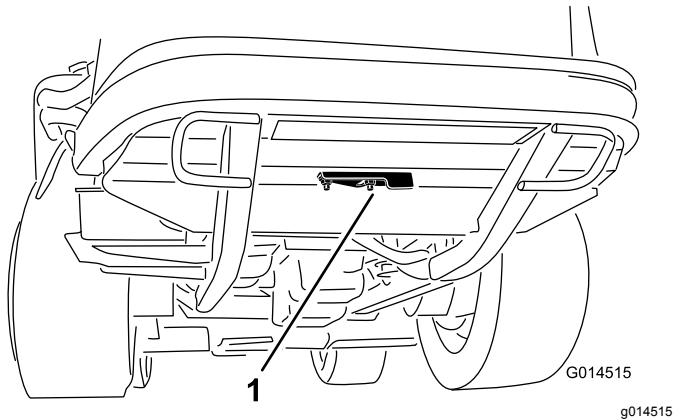

Figura 42
2. Desaperte a porca flangeada que prende a cobertura de limpeza à parte inferior da estrutura traseira (Figura 42). Rode a cobertura para o lado para expor o furo de limpeza no chassis.